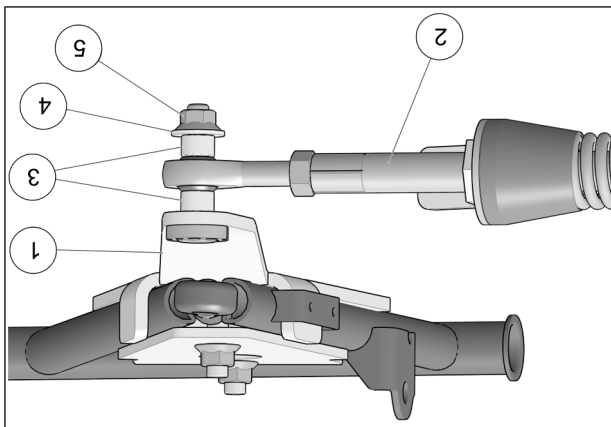

Fig. 19
8. Fixer le bras stabilisateur (2) à l'ancrage de suspension (1) à l'aide des deux espaceurs (3), de la rondelle (4) et de l'écrou autobloquant (5). Serrer à un couple de 70 N•m [52 lb•pi]. Voir la Fig. 19